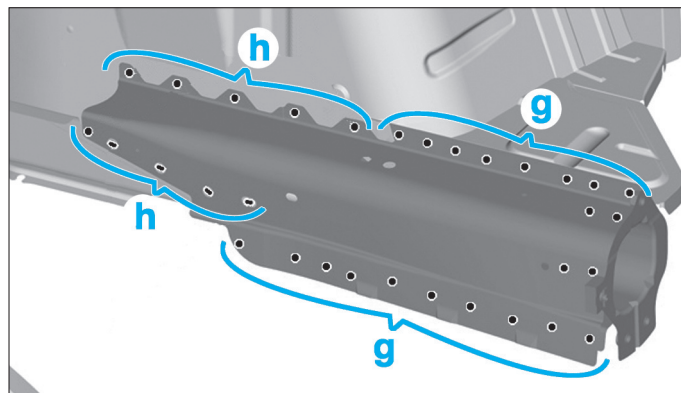

FIG. 221
- Souder par points électriques zone (g) (Fig.221).